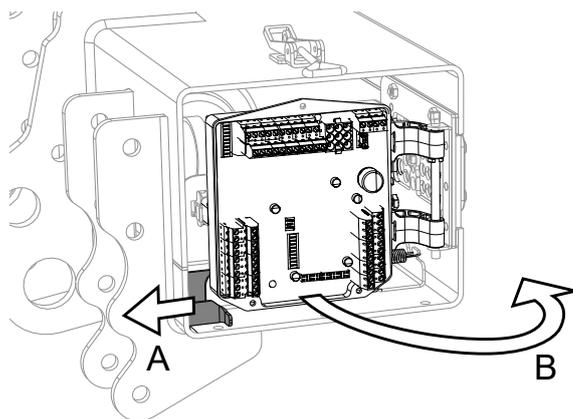
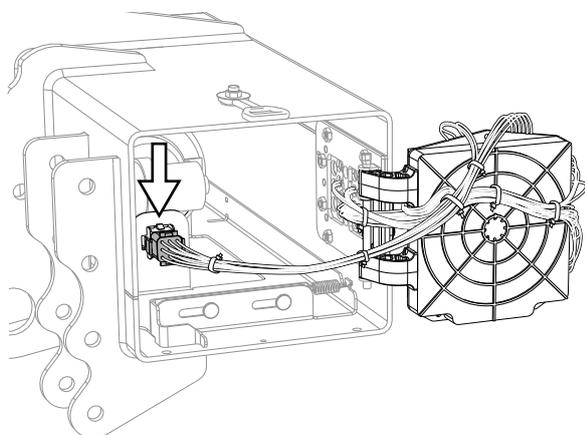

Abb. 19. Entriegelung
Abb. 20. Anschlussbuchse
3. Die Steuerplatine (B) herausklappen und den Kabelbaum am Stecker des Hydraulikaggregats lösen, siehe Abb. 19 und Abb. 20.